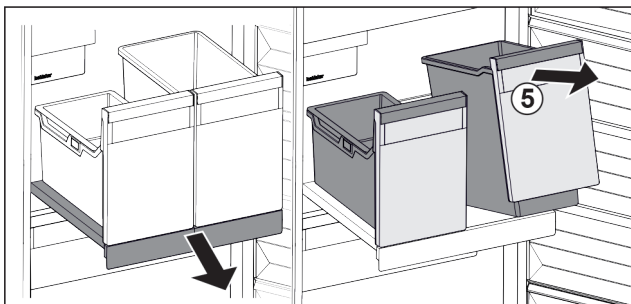

Fig. 194
- ▶ Приподнимите контейнеры Fig. 194 (5) спереди.